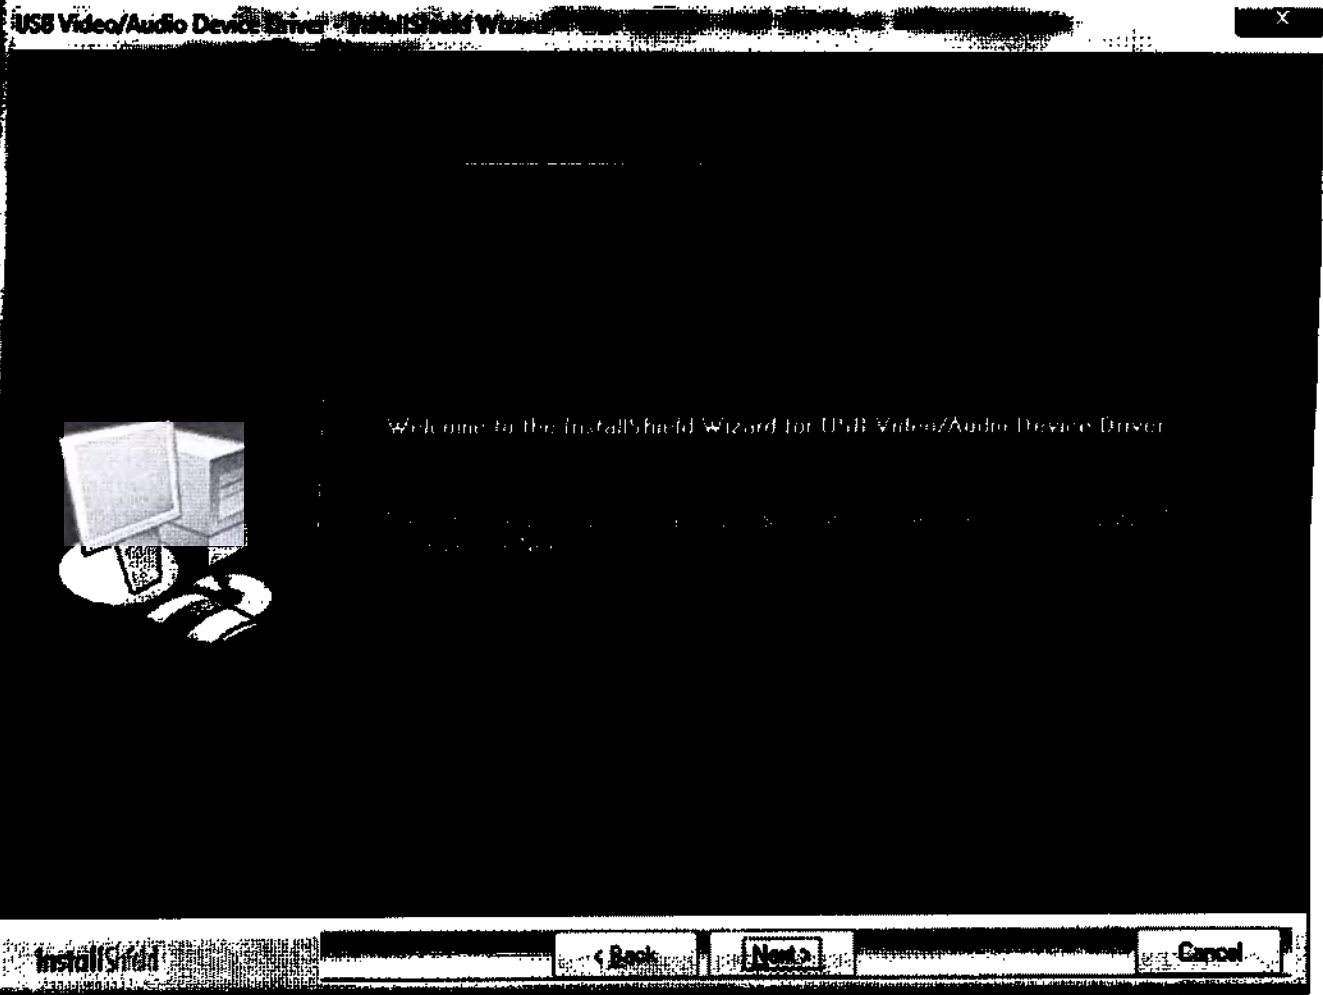

Рисунок 13
– нажать Next (Далее) для продолжения (рисунок 13);